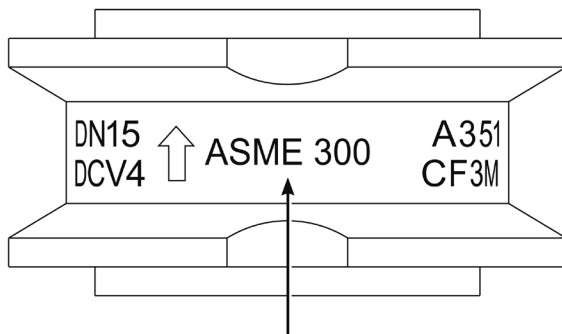

Fig. 2
- 3.5** Le valvole di ritegno a disco si montano semplicemente tra le due flange della tubazione (vedere la Fig. 2). Sono utilizzate guarnizioni standard su entrambi i lati della valvola, insieme a bulloni o prigionieri più lunghi. **Nota:** flange, bulloni (o prigionieri), dadi e guarnizioni devono essere forniti dall'installatore. Si raccomanda di effettuare il serraggio dei bulloni con la normale procedura per flange delicate, per esempio serrando i bulloni alla coppia in sequenza incrociata.